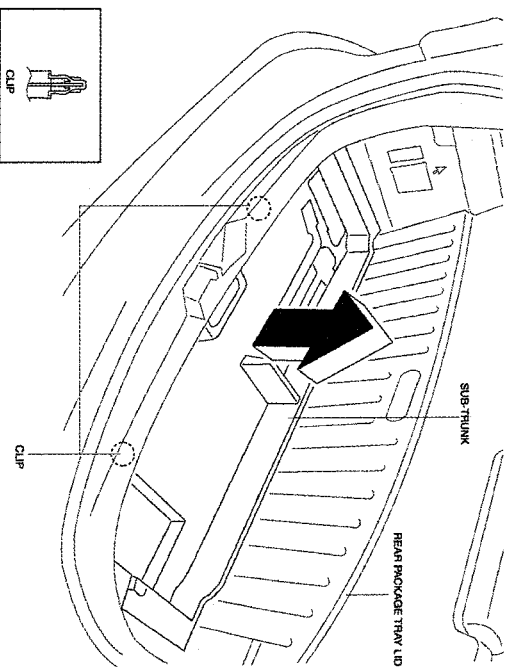

FIGURE 36
- 1.) SLIGHTLY BEND BACK THE REAR PACKAGE TRAY LID. (SEE FIGURE 36)
- 2.) PULL THE SUB-TRUNK IN THE DIRECTION OF THE ARROW WHILE DETACHING THE CLIPS. (SEE FIGURE 36)